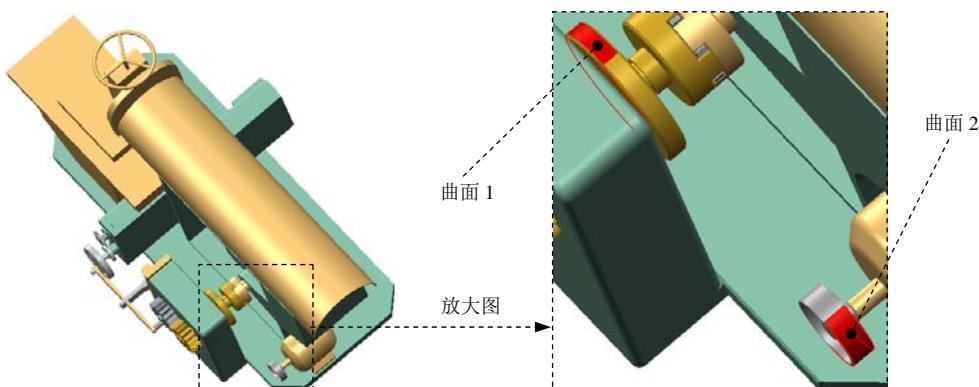

图 9.6.80 带传动设置
- (1) 选择命令。单击 **机构** 功能选项卡 **连接** 区域中的“带”按钮 **带**，系统弹出“带”操控板。
- (2) 选择参考。选取图 9.6.80 所示的曲面 1，按住 Ctrl 键，再选取曲面 2 为参考。
- (3) 单击“带”操控板中的 按钮。